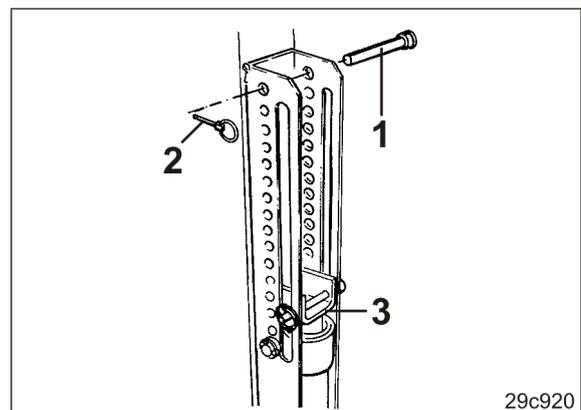

Fig. 181
3. Den Bolzen (Fig. 181/1) oberhalb des Anschlags (Fig. 181/3) in eine Bohrung der Lochgruppe einstecken und mit einem Klappstecker (Fig. 181/2) sichern.